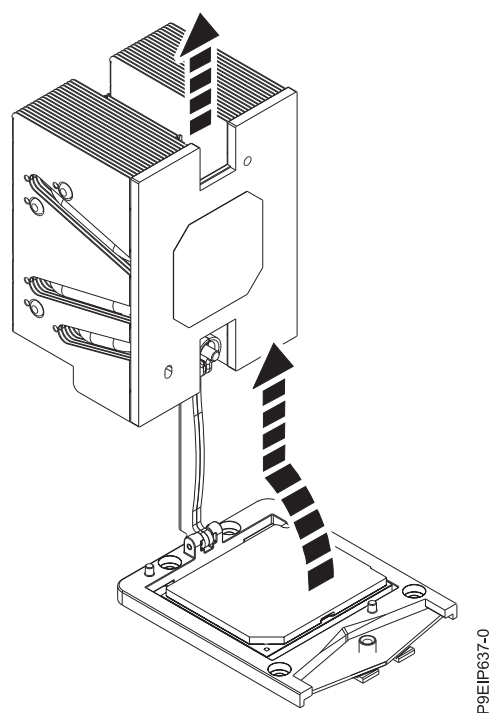

Figure 85. Retrait du dissipateur thermique du bras de chargement
5. Faites pivoter et levez le dissipateur thermique. Le bras de chargement pivote vers le haut. Faites pivoter le dissipateur thermique et ôtez-le du bras de chargement. Voir figure 85.